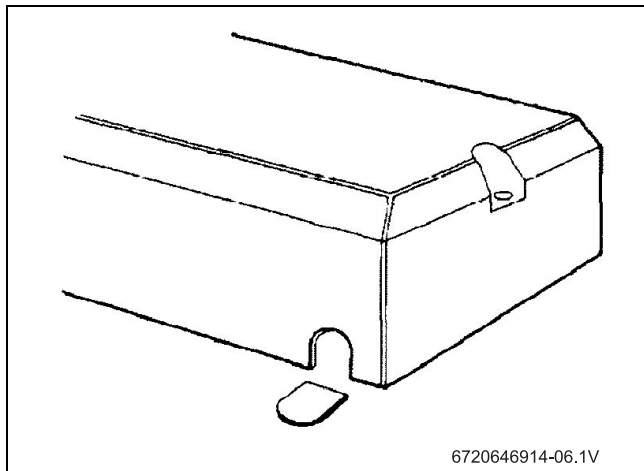

Fig. 7 Cubierta de la unidad
- ▶ Si va a ser a través de la cubierta inferior, corte el saliente de plástico para exponer la funda de goma (Fig. 7):